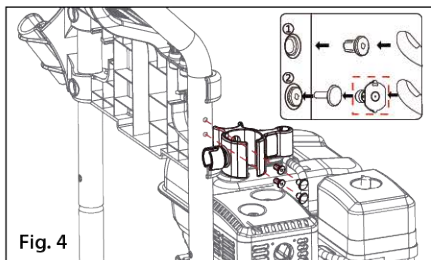

Fig. 4
**Fig. 4** - Instale o suporte como ilustra a figura 4. Use os dois pinos de plástico para fixar o suporte À estrutura metálica, pode bater com um martelo pequeno para assentar melhor os pinos.